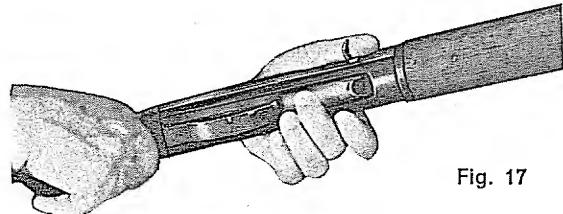

Fig. 17
- c) Sempre tenendo abbassato l'elevatore di 10-15 mm. sostituire il pollice destro con il dito medio della mano sinistra (fig. 17).
- c — while holding carrier depressed replace the right thumb with the middle finger of the left hand (fig. 17).
- c — tout en appuyant sur l'élévateur remplacer le pouce droit par le médius de la main gauche (fig. 17)